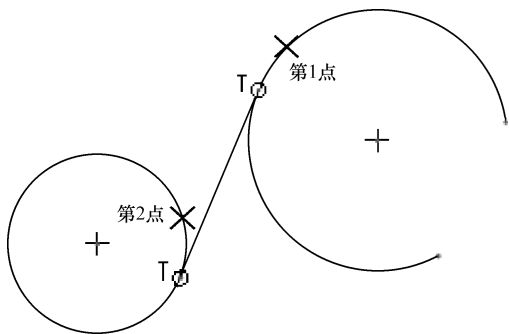

图 3-26 草绘相切直线
【例 3-11】 草绘相切直线，如图 3-26 所示。
- (1) 在【线】工具箱中单击【直线相切】按钮，使其处于按下状态。
- (2) 在图形区中单击拾取第 1 个圆或者圆弧上的第 1 点，如图 3-26 所示。
- (3) 在图形区中单击拾取第 2 个圆或者圆弧上的第 2 点，如图 3-26 所示。
- (4) 若继续草绘切线，执行步骤 (2)~步骤 (3)，否则执行步骤 (5)。
- (5) 单击鼠标中键，结束草绘相切直线操作，回到选择状态。